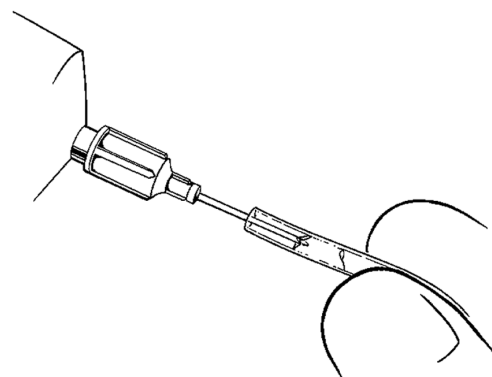

Figura 4-18. Spălați tubul
2. Spălați tubul cilindrului (**Figura 4-18**).